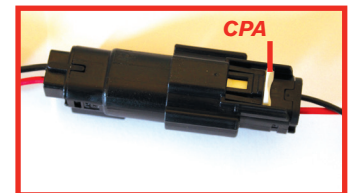

Fig. 6
4. Insérer le connecteur 2 broches du faisceau en T dans le connecteur 2 broches du faisceau du boîtier à fusibles. Cf. Fig. 6. Pousser le CPA (dispositif d'assurance de position de connecteur) pour bloquer les fils.